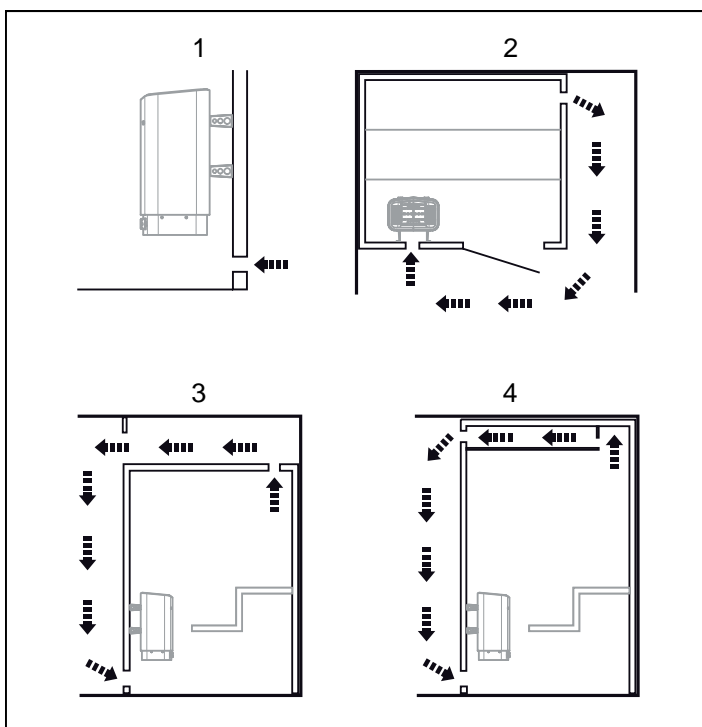

Figure 3 : positionnement des valves d'entrée et d'évacuation
Dans un sauna, l'air doit être renouvelé environ 6 fois par heure. Pour cela, un orifice de ventilation (arrivée d'air frais) peut être réalisé dans la paroi du sauna, directement sous le poêle. L'évacuation d'air doit être plus basse que les bancs du haut, et aussi éloignée que possible du poêle, à environ 60 cm au-dessus de la valve d'entrée d'air, voir la Figure 3.
- à la plus grande distance possible de la valve d'entrée, en diagonale (voir figure 3, page 11)
- en hauteur sur le mur ou dans le plafond (voir figure 3, page 11).